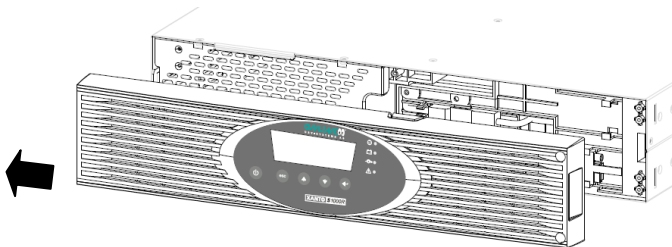

Abbildung 16: Entfernen der Frontblende von der USV-Anlage
1. Entfernen Sie Frontblende von der USV-Anlage (siehe Abbildung 16). Um die Blende zu entfernen, lösen und entfernen Sie die beiden Schrauben an der rechten Seite der Blende. Fassen Sie die Blende an zwei Seiten an, schieben Sie sie nach links und entfernen Sie sie vom Gehäuse.